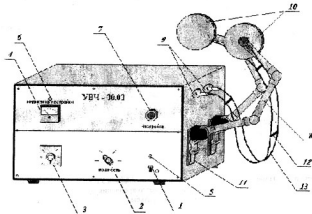

Рисунок 1. Общий вид аппарата для УВЧ-терапии переносной УВЧ-30.03-«Н₁ЭМА».
- 4.6. На лицевой панели аппарата (рис. 1) расположены:
- 6.5. Установите тумблер 1 СЕТЬ и ручку переключателя 2 МОЩНОСТЬ в выключенное положение «0» (см. рисунок 1).